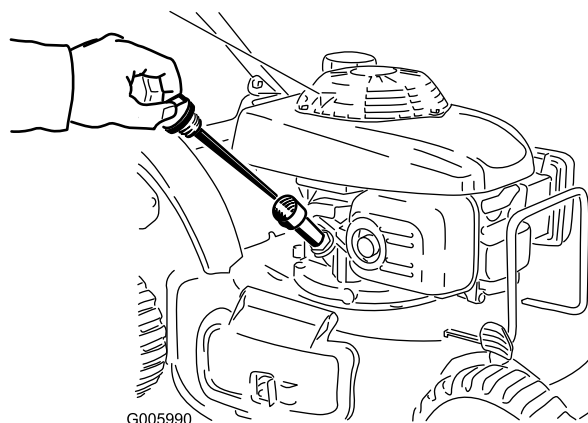

Figura 40
2. Togliete l'asta di livello (Figura 40).
4. Versate **lentamente** dell'olio nel tubo di riempimento, controllatene di tanto in tanto il livello con l'apposita asta fino a quando l'asta non indica che il motore è pieno, come illustrato nella Figura 40. **Non riempite troppo.** (Riempimento massimo: 0,55 litri, tipo: olio detergente SAE 30 con classificazione API , SH, SJ, SL o superiore.)